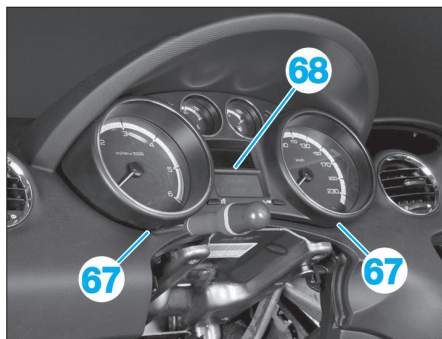

Fig. 38
- Engager un tournevis plat de chaque côté du combiné, en (67) (Fig.38).
- Appuyer sur les languettes de fixation (67).
- Dégager le combiné (68).
- Débrancher le connecteur puis déposer le combiné (68).